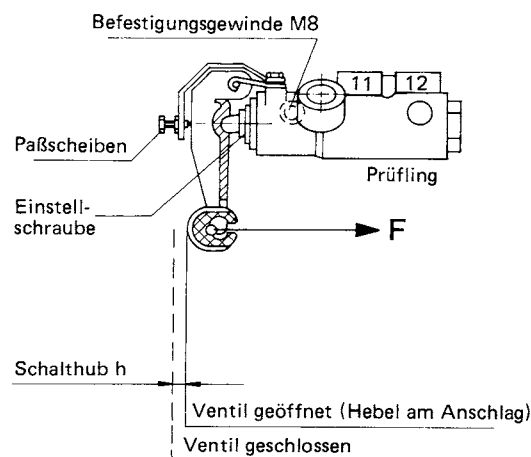
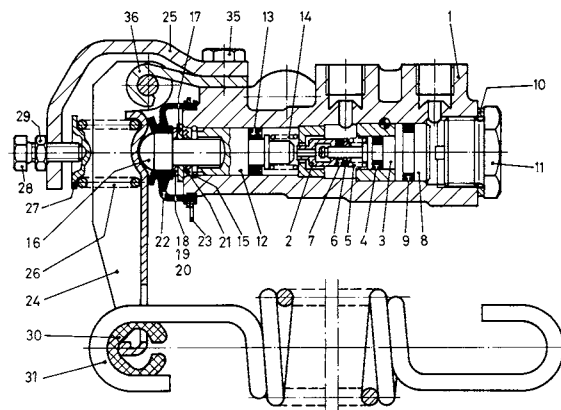

Abb. 1
Abb. 2
a) Nach der Reparatur ist das Gerät zunächst ohne Schutzkappe (22), Paßscheiben (18, 19, 20), Sicherungsring (21), Federteller (27) und Druckfeder (26) zu prüfen (siehe Abb. 2).
Hebelkraft "F" an der Federwaage auf  $450 \pm 4$  N einstellen (siehe Abb. 1).
Schalhub  $h = 3,2 \pm 0,5$  messen (siehe Abb. 1).
Hebelkraft "F" an der Federwaage auf 0 N einstellen (siehe Abb. 1).
Schalthub durch Einlegen von Paßscheiben 18, 19, 20 – Abb. 2), auf das "Maß =  $3,2 \pm 0,5$  mm, einstellen (siehe Abb. 1).
Hebelkraft "F" an der Federwaage auf  $210 \pm 2$  N einstellen (siehe Abb. 1).
Schalthub "h" =  $3,2 \pm 0,5$  mm durch Betätigen des Schalthebels kontrollieren (siehe Abb. 1).
Hebelkraft "F" an der Federwaage auf 45 N einstellen (siehe Abb. 1).
Seeger-Zackenring, Schutzkappe, Federteller und Druckfeder montieren (siehe Abb. 2).
Bolzen (16) und Hebellagerung mit WABCO-Fett 830 502 009 4 einfetten (siehe Abb. 2)